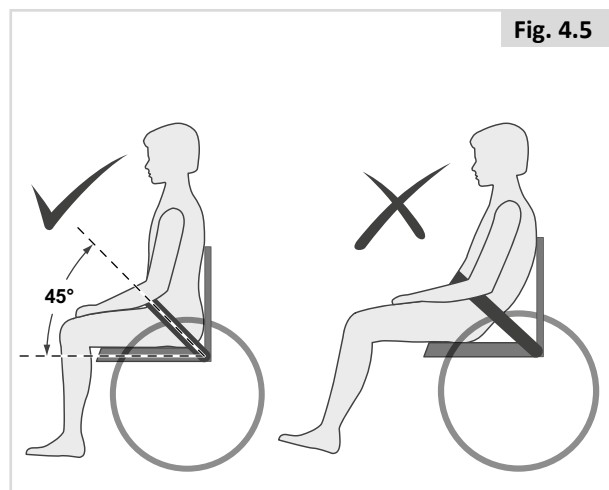

Fig. 4.5
- Normalmente la cintura pelvica deve essere fissata in modo che la cinghia si trovi ad un angolo di circa 45° (Fig. 4.5), e, quando regolata correttamente, non permetta all'utente di scivolare in avanti.